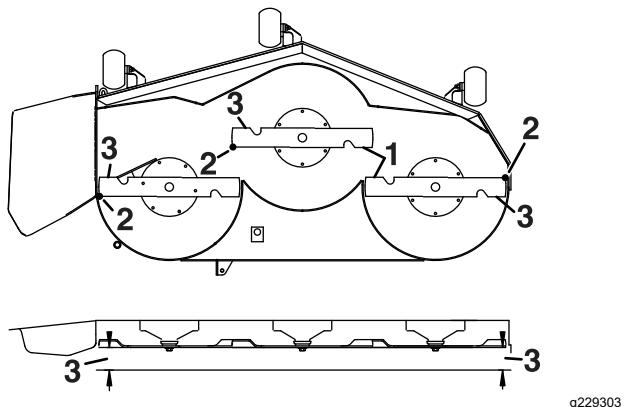

Bild 72
5. Messen Sie den Abstand zwischen den äußeren Schnittkanten und der ebenen Oberfläche (Bild 72).